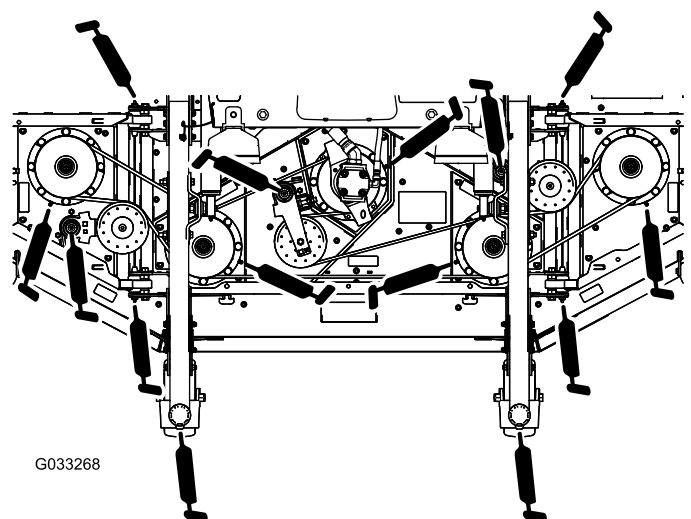

Figura 83
- 2 bocche dell'albero della forcella della ruota orientabile (Figura 83)
- 5 cuscinetti dell'albero del fusello (situati sull'alloggiamento del fusello) come illustrato nella Figura 83
- 3 bocche del perno di articolazione del braccio del tendicinghia (situate sull'albero del perno di articolazione del tendicinghia) come illustrato nella Figura 83
- 4 bocche del piatto delle alette (situate sui perni del perno di articolazione delle alette) come illustrato nella Figura 83